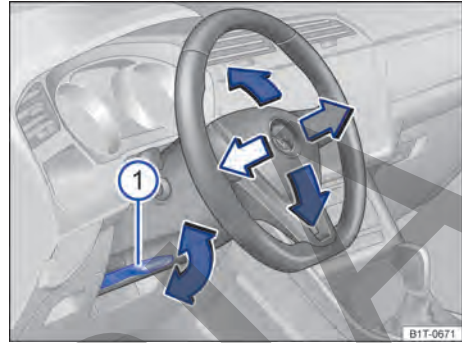

Fig. 70 Debajo del volante, en el guarnecido de la columna de dirección: palanca para el ajuste manual de la posición del volante.
- Tire hacia abajo de la palanca → **fig. 70** .
- Después del ajuste, presione siempre la palanca → fig. 70 ① firmemente hacia arriba para que no se modifique la posición del volante accidentalmente durante la marcha.